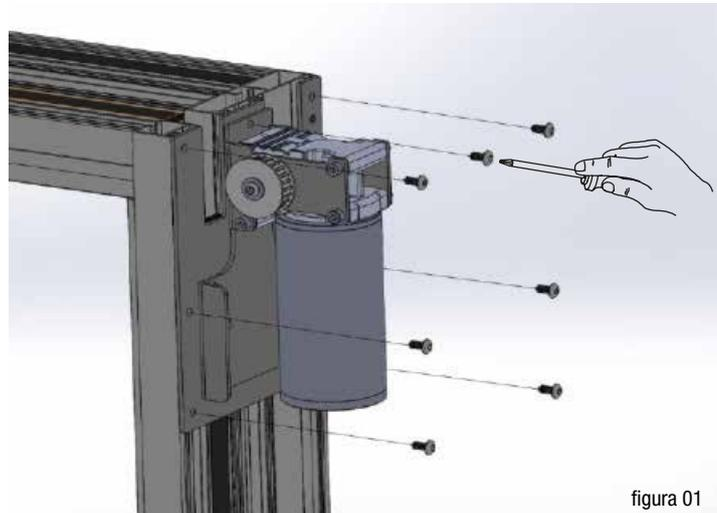

figura 01
- 1.** Fissare motoriduttore con piastra al montante destro del telaio lato interno, la piastra presenta fori passanti di diametro pari a 5.5mm - viti non in dotazione (vedi figura 01), la sporgenza della motrice è pari a 90mm.